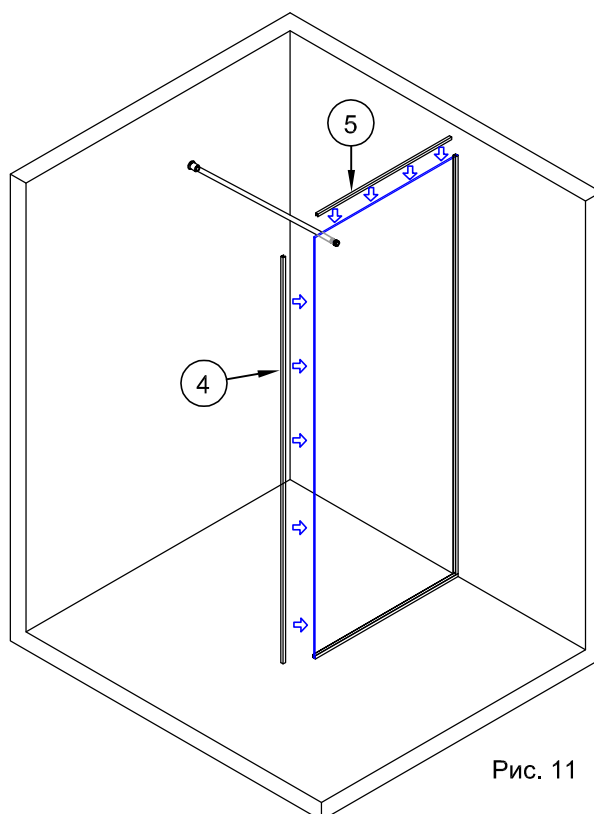

Рис. 11
5.1. В середину профилей №4 и №5 нанести силиконовый герметик. Количество герметика должно быть рассчитано на заполнение всех щелей между профилями и стеклом.(рис.11)
5.2. Установить профиль №4 на боковой торец стеклянной панели. Нижний торец профиля №4 вплотную к профилю №2 на полу. Лишний силикон удалить (рис.11).
5.2. Установить профиль №5 на верхний торец стеклянной панели. Торцы профиля №5 вплотную к профилям №3 и №4. Лишний силикон удалить (рис.11).